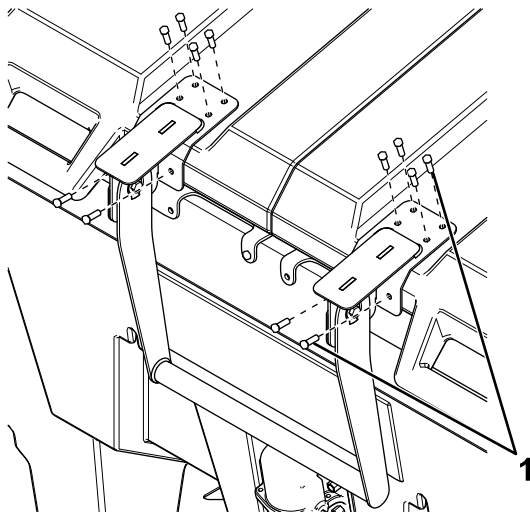

Bild 24
2. Mitteln Sie den Griff und an der Abdeckung aus und befestigen Sie diesen mit 12 Zugschrauben (Bild 24).